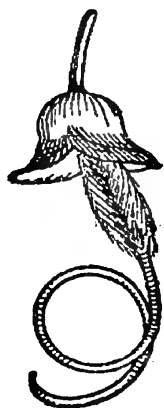

Fig. 5. — Le pistil d'une fleur de genêt
**5. Le pistil.** — Débarrassons une fleur de genêt de sa corolle et de ses étamines; il reste un curieux petit organe, semblable à une très petite gousse de haricot dont le bout porterait une tige recourbée (*fig. 5*) : c'est le *pistil*.